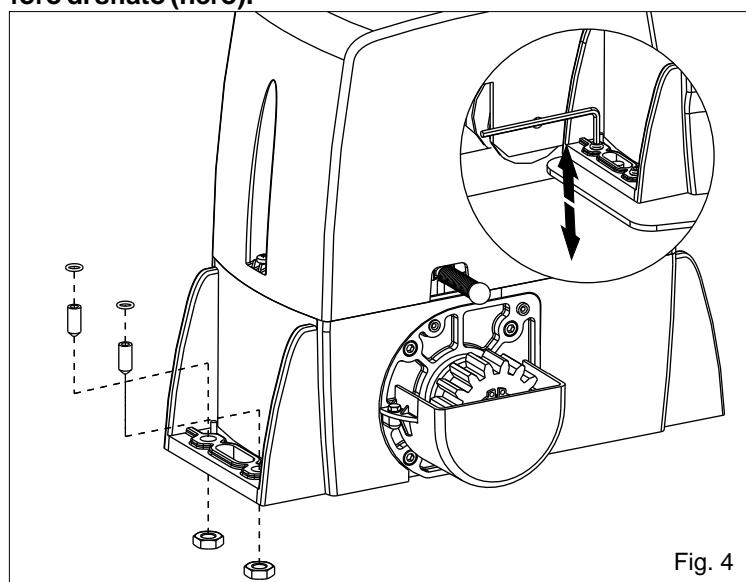

Fig. 4
**4.1.** Inserire i 4 grani negli appositi fori in modo da regolare l'altezza del motoriduttore alla piastra (Fig. 4).